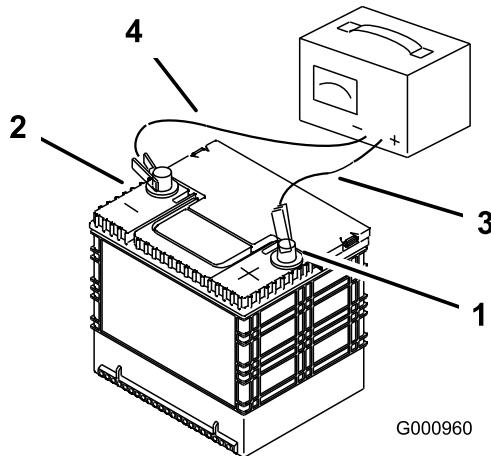

Figura 55
2. Quando a bateria estiver totalmente carregada, desligue o carregador da tomada elétrica e em seguida desligue os cabos do carregador dos bornes da bateria (Figura 55).